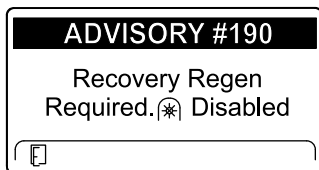

Figura 49
- AVISO N° 190 – Regeneración estacionaria necesaria – Toma de fuerza deshabilitada (Figura 49).